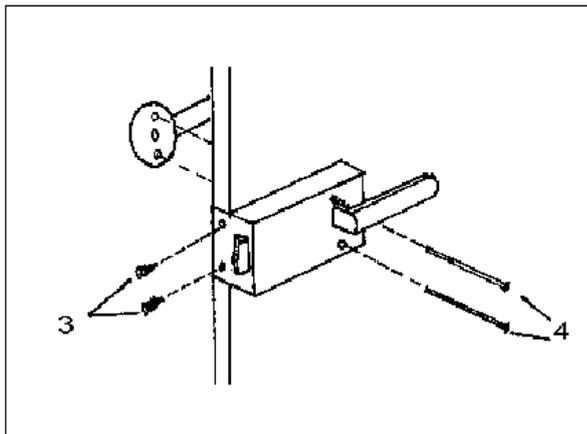

Figura 5 – Colocação do trinco.
**2.2.5** Com os parafusos 3 e 4, coloque o trinco na porta conforme mostra a figura 5